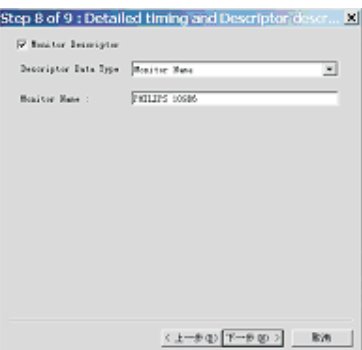

Fig. 20
7. Click Next , bring up Fig. 20.